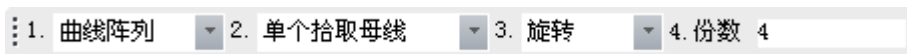

图 4-40 曲线阵列立即菜单
- 1) 执行阵列命令弹出立即菜单，可以通过单击立即菜单中的第一项进行切换。曲线阵列的立即菜单见图 4-40。